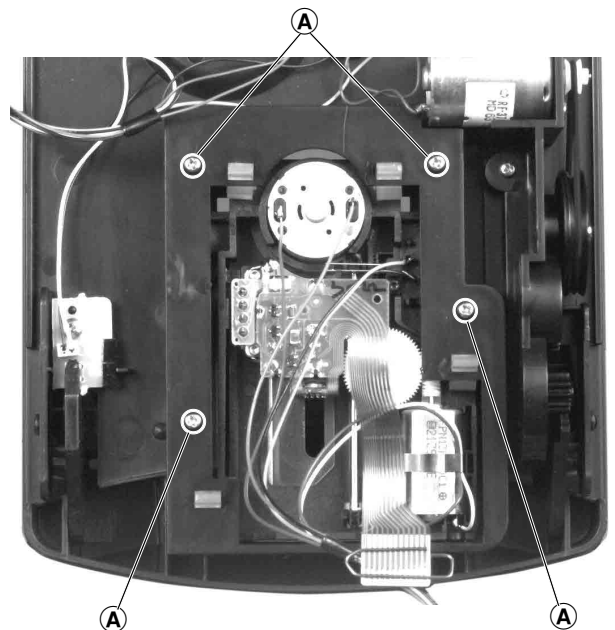

Fig. 19
- 4 Schrauben (A) herausdrehen (Fig. 19).
- Undo 4 screws (A) (Fig. 19).